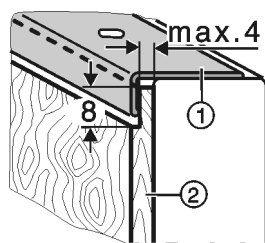

Fig. 40
- ▶ Debelejše okrasne plošče Fig. 40 (2) stanjšajte v skladu s sliko na največ 4 mm.